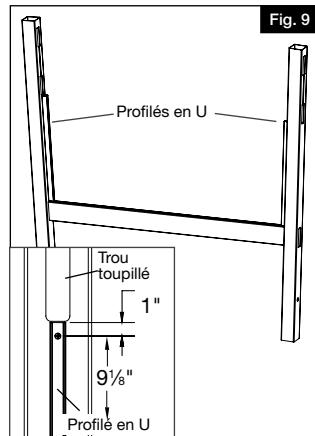

Fig. 9
- Percer cinq avant-trous au moyen d'un foret de  $\frac{1}{16}$  po (1,6 mm) en espaçant les trous comme indiqué (Fig. 9).